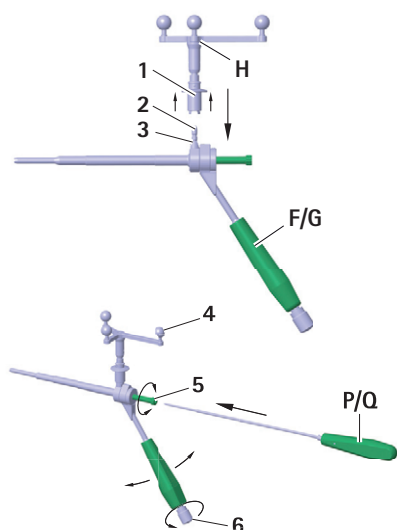

Рис. 2 Установка звездообразного блока Aescular на направляющую сверления S⁴C FW664R/FW665R
- ▶ Для беспрепятственной визуализации камерой отражающих маркерных шариков, ослабить круглую ручку 6 на рукоятке S⁴C направляющей сверления F/G и повернуть звездообразный блок Aescular H в нужное положение, см. Рис. 2.
- Для беспрепятственной визуализации камерой отражающих маркерных шариков, ослабить круглую ручку 6 на рукоятке S⁴C направляющей сверления F/G и повернуть звездообразный блок Aescular H в нужное положение, см. Рис. 2.